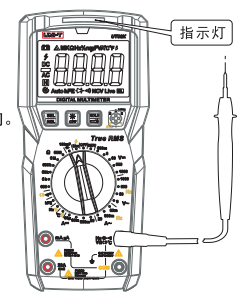

图12
10. Live接触式零火线测量(见图12)(仅UT89X)